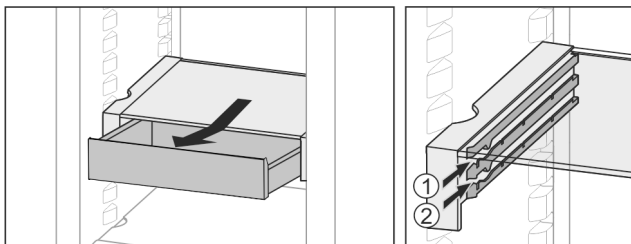

Fig. 30
- ▶ Вставити на будь-якій висоті *Fig. 30 (1)* або *Fig. 30 (2)*.